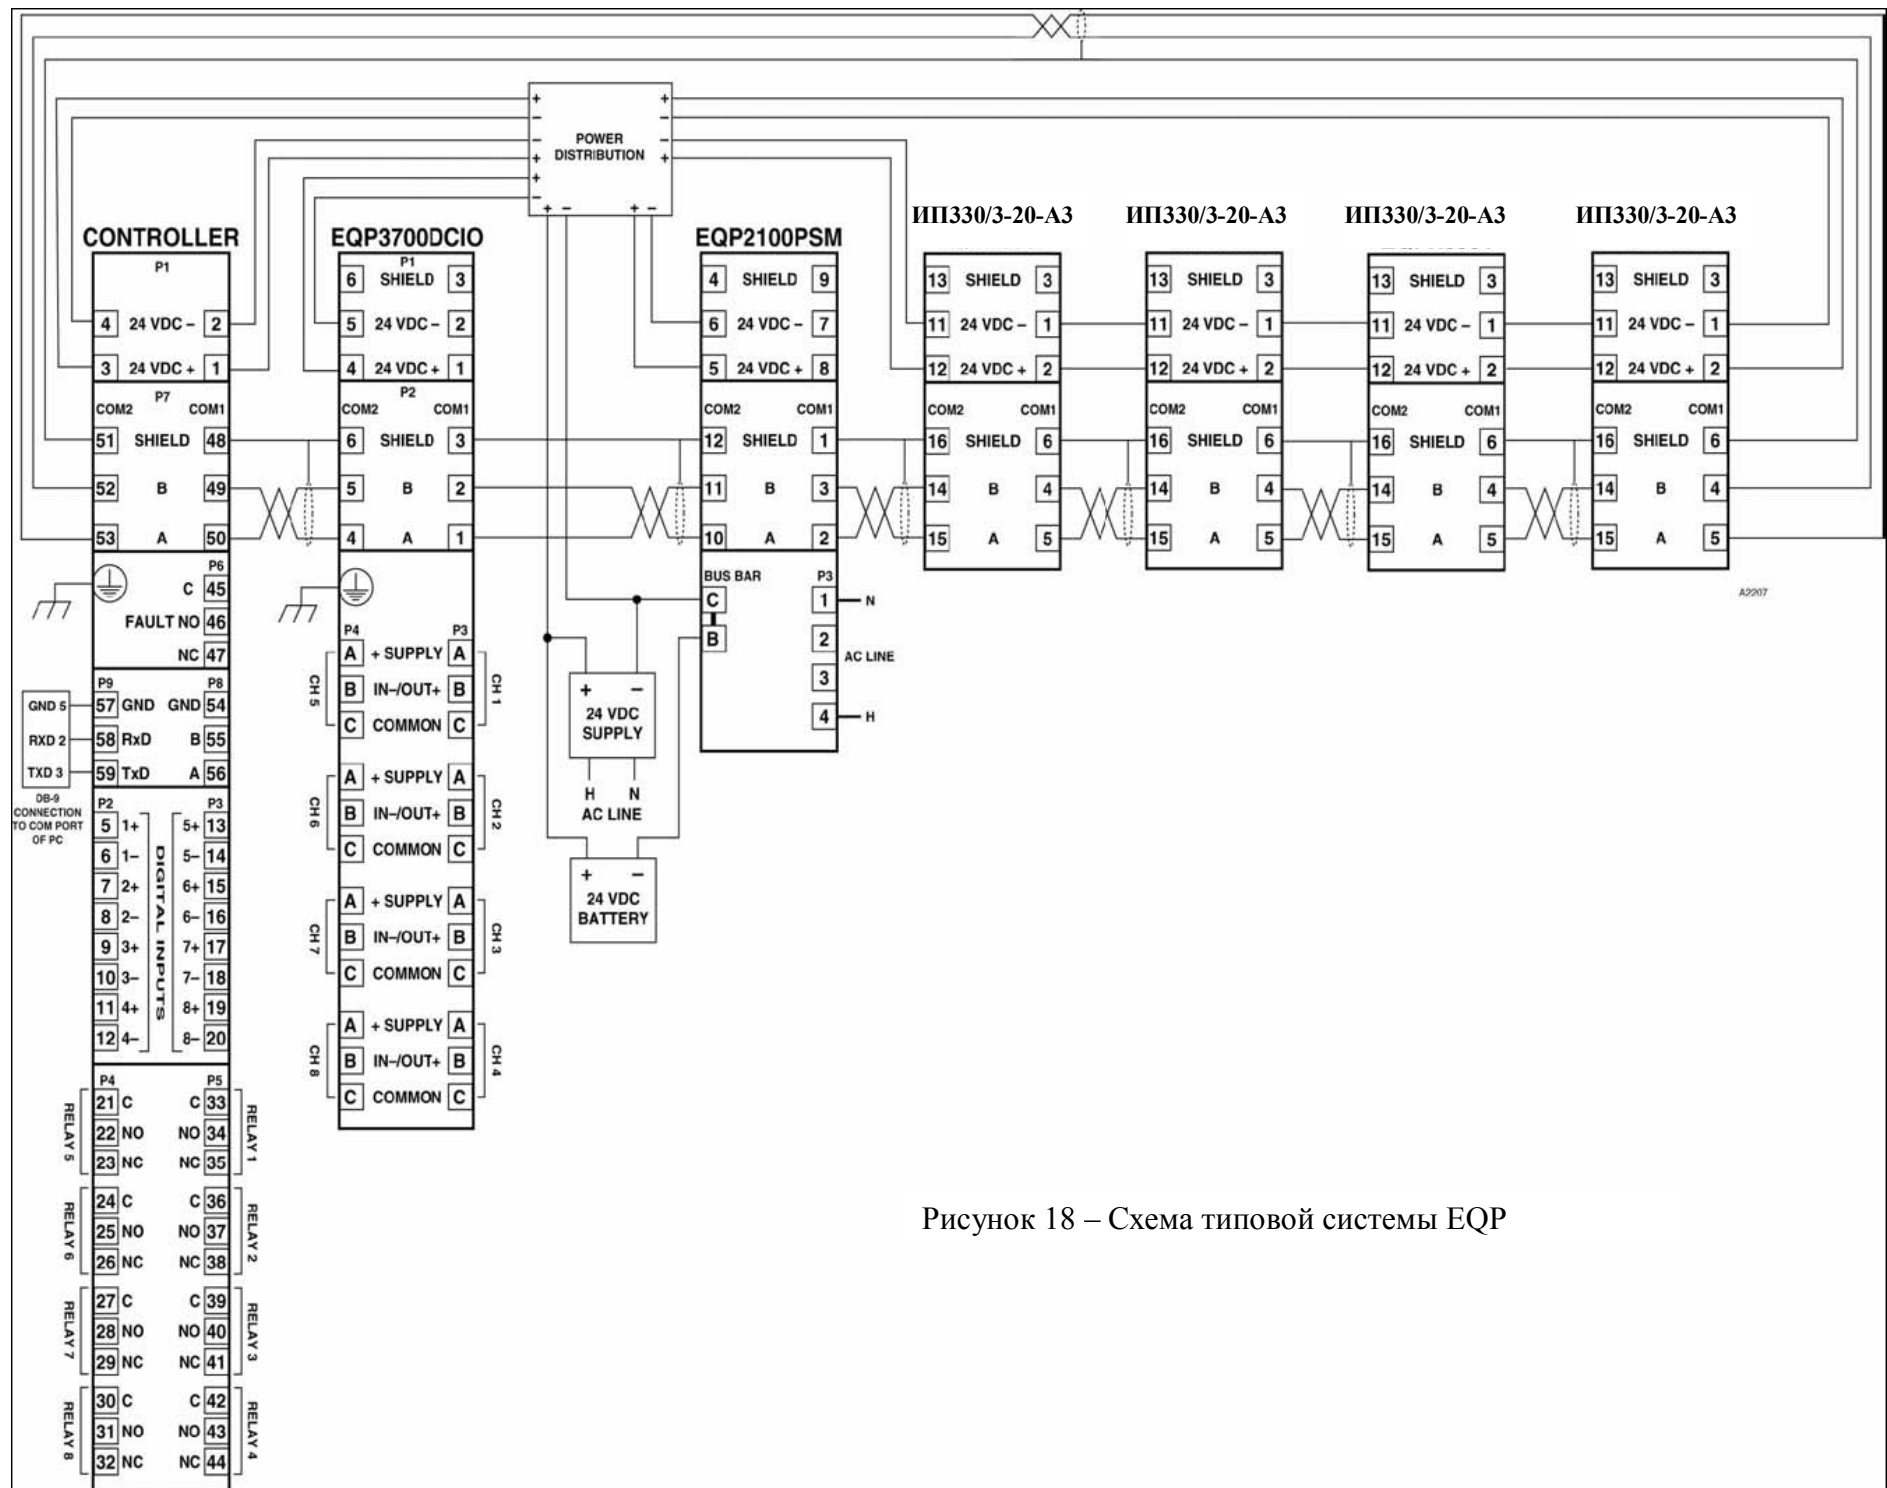

Рисунок 18 – Схема типовой системы EQP
4. Соединить экранные провода коммуникационного кабеля с земляной клеммой как показано на рис. 18.